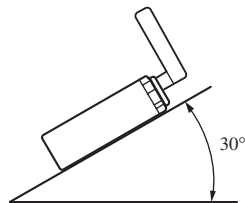

Fig. 8
- L'angle de l'installation, ne doit pas dépasser 30° par rapport à l'horizontale, faute de quoi l'unité ne fournira pas ses performances optimales. (Fig. 8)